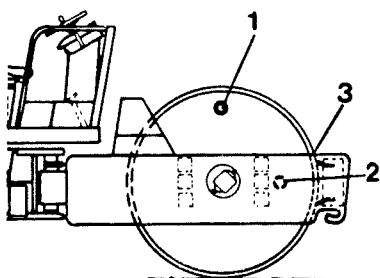

Abb. 55 Bandage - Ölstand prüfen
3 Die Walze waagrecht aufstellen, so daß die Schraube (1) ganz oben zu liegen kommt; siehe Abb. 55.